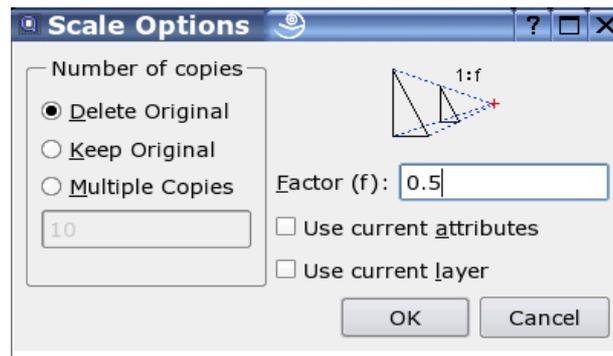

Abbildung 51: Dialog mit Optionen zum Skalieren von Objekten.
4. Der Dialog mit den Optionen zum Skalieren von Objekten wird angezeigt (Abbildung 51). Um die selektierten Objekte zu skalieren ohne die Original Objekte beizubehalten, aktivieren Sie "Original löschen", um sie zu kopieren "Original beibehalten". Ausserdem können Sie mehrere skalierte Kopien auf einmal erstellen indem Sie "Mehrere Kopien" wählen und die Anzahl Kopien im Textfeld darunter eingeben. Bitte beachten Sie, dass '9' neun Kopien erstellt und das Original beibehält. Nach dem Kopiervorgang sind also insgesamt 10 Stück der Selektion vorhanden. Alle kopierten Objekte haben die gleichen Attribute und den gleichen Layer wie die Original Objekte. Um dieses Verhalten zu ändern und alle neu erstellten Objekte mit den aktuellen Attributen oder auf dem aktuellen Layer zu erstellen, aktivieren Sie "Aktuelle Attribute verwenden" respektive "Aktuellen Layer verwenden".